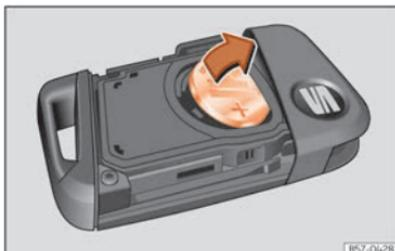

Abb. 50 Fahrzeugschlüssel: Batterie herausnehmen.
- Hebeln Sie die Batterie aus dem Batteriefach ab >>> **[Abb. 50]**.
- Drücken Sie eine neue Batterie in das Batteriefach ein >>> ①.